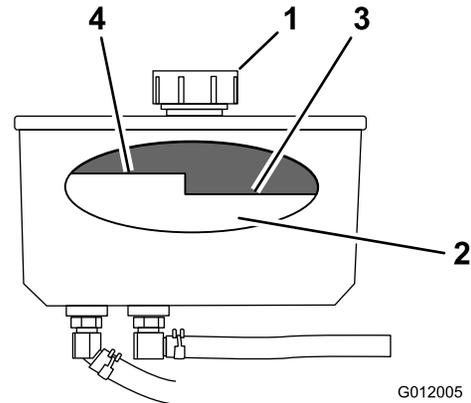

Figura 72
4. Limpie alrededor del cuello de llenado y el tapón del depósito de aceite hidráulico (Figura 72).
5. Retire el tapón del cuello de llenado (Figura 72).
- Nota:** El nivel de fluido debe estar por debajo del nivel caliente del tabique cuando el fluido está caliente (Figura 72).